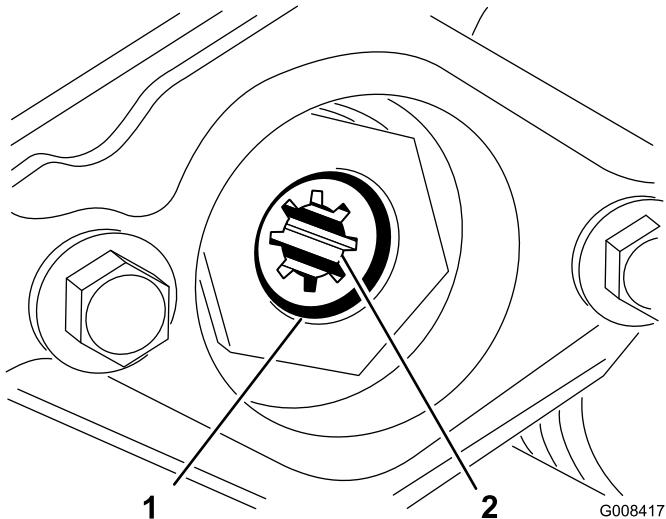

Figura 9
4. Retire o anel de retenção que prende o acoplador da transmissão no tubo do cilindro (Figura 9). Retire o acoplador de transmissão.
5. Aplique massa lubrificante no diâmetro interior do acoplador de transmissão. Instale o acoplador de transmissão na extremidade esquerda do tubo do cilindro da unidade de corte com um anel de retenção (Figura 9).